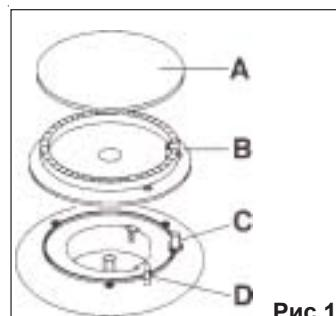

Рис.1
**секунд**, чтобы термопара (рис. 1, D) прогрелась и защитное устройство отключилось, иначе пламя погаснет, как только вы отпустите регулятор.
- Если вы не можете зажечь пламя после нескольких попыток, проверьте правильно ли лежит крышка конфорки (рис. 1, A).
В моделях с электрическим зажиганием оно осуществляется при помощи керамической "свечи" и металлического электрода (рис. 1, С). Для достижения хорошего электроподжига содержите эти компоненты в чистоте и следите за тем, чтобы отверстия рассекателя горелки не были забиты.